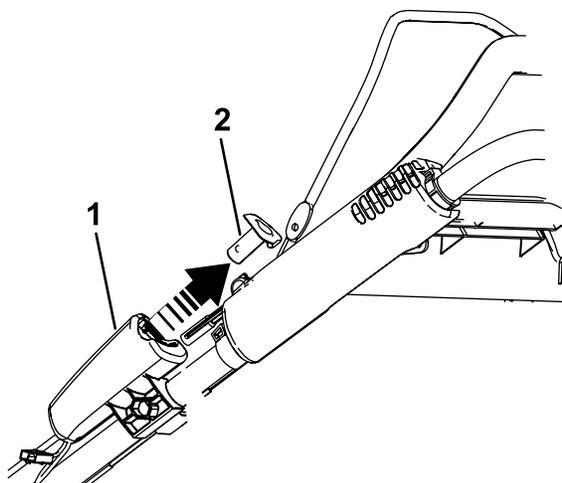

Рисунок 35
1. Снимите кнопку электрического запуска, как показано на Рисунок 35 (только для модели с электрическим запуском).